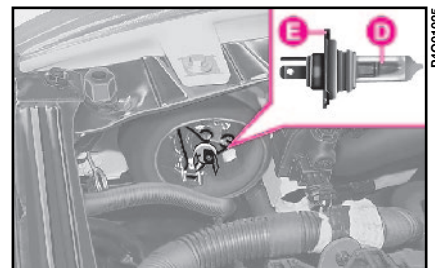

fig. 14
3) ponga la lámpara nueva, de manera que coincidan las aletas **E**-fig. 14 de la parte metálica con los alojamientos específicos situados en la parábola del faro;